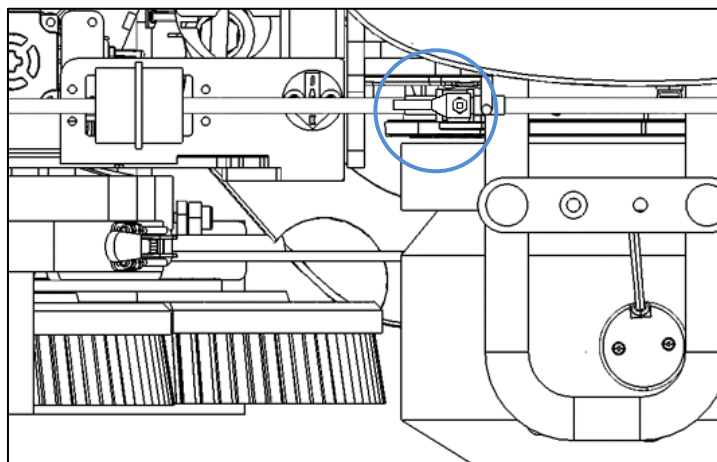

Fig. 4
7. Open de klep van de schone tank (Fig. 4).